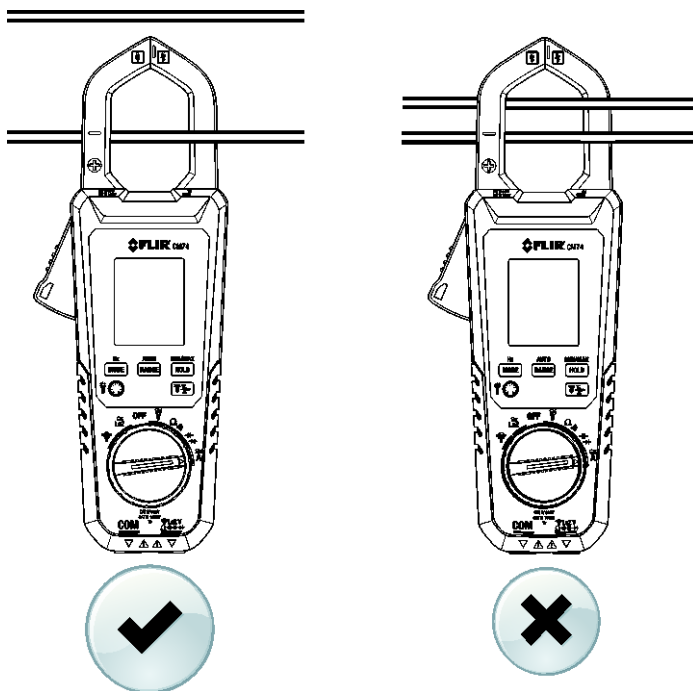

図 5.2 適切なセットアップと不適切なセットアップ
クランプジョーを使用して電流を測定する場合は、ジョーで導体を 1 つだけ挟みます。図 5.2 を参照してください。
5. 引き金を引いてクランプジョーを開き、1 つの導体を完全に挟みます。図 5.2 を参照してください。最適な結果を得るために、導体がジョーの中心になるようにしてください。